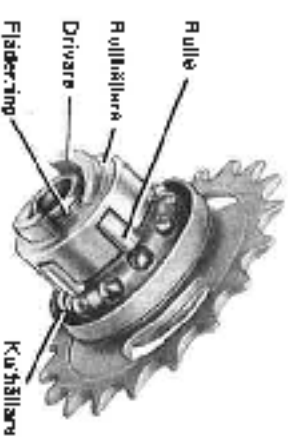

Bild 7. Drivare nr 09
- b. Ta på kulhållaren 16 och rullhållaren 17 med de fem rullarna 18 på drivaxeln 15 med fjäderdragen 19. Bild 7